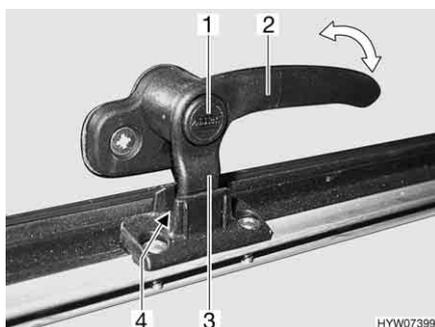
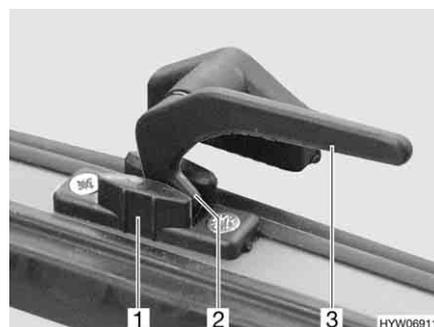

Fig. 89 Levier de verrouillage avec bouton de sécurité en position "Aération permanente"
Fig. 90 Levier de verrouillage en position "Aération permanente"
- En position "Aération permanente" (Fig. 89 et Fig. 90)
- S'il existe, appuyer sur le bouton de sécurité (Fig. 89,1) et le maintenir enfoncé.
- Tourner tous les leviers de verrouillage (Fig. 89,2 ou Fig. 90,3) d'un quart de tour vers le centre du lanterneau.
- Remettre tous les leviers de verrouillage en position initiale. Le tenon de verrouillage (Fig. 89,3 ou Fig. 90,2) doit pénétrer dans le logement du verrouillage du lanterneau (Fig. 89,4 ou Fig. 90,1).